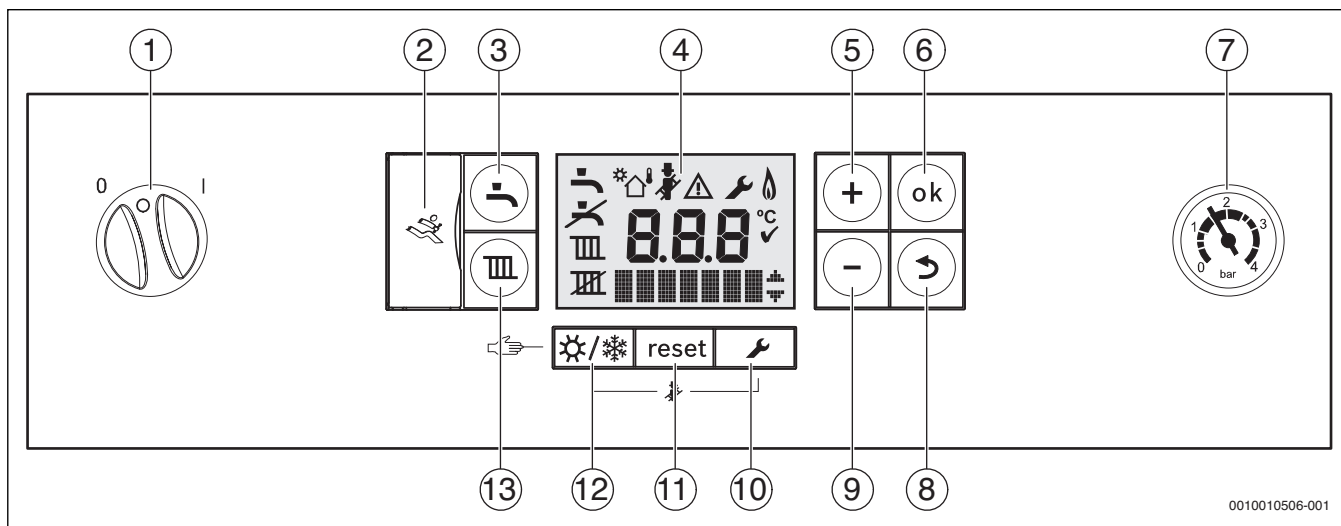

Fig. 1 Tableau de commande avec cache ouvert
- ▶ Démarrer l'appareil sur l'interrupteur Marche / Arrêt (→ fig. 1). L'écran est allumé et affiche la température de l'appareil.
- ▶ Arrêter l'appareil avec l'interrupteur Marche / Arrêt (→ fig. 1).
Tab. 1 Symboles d'écran (→ Fig. 1)